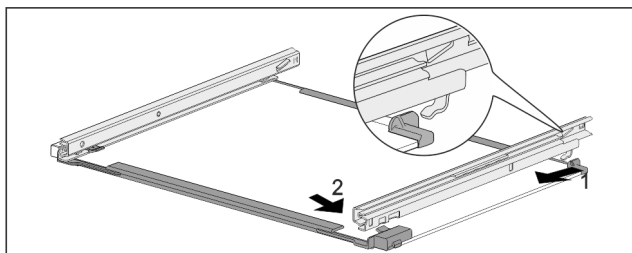

Fig. 174 Tablette en verre avec rails
- Accrocher le rail à l'arrière. Fig. 174 (1)
- Accrocher le rail à l'avant. Fig. 174 (2)